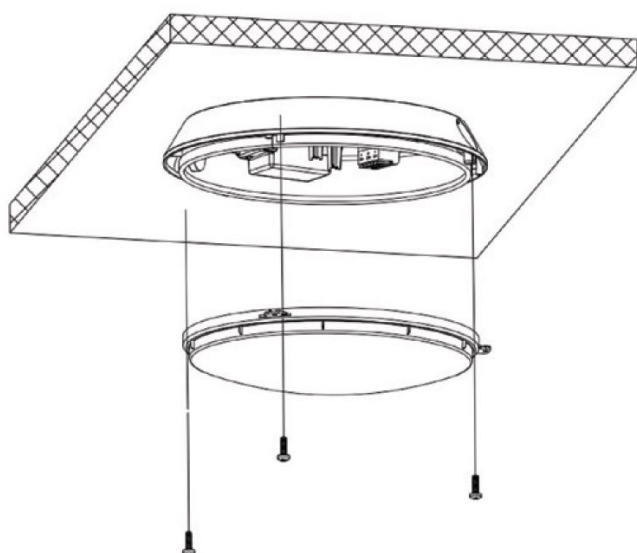

Рис.3
4. Закройте модуль, прикрутите рассеиватель обратно к светильнику (Рис. 3);